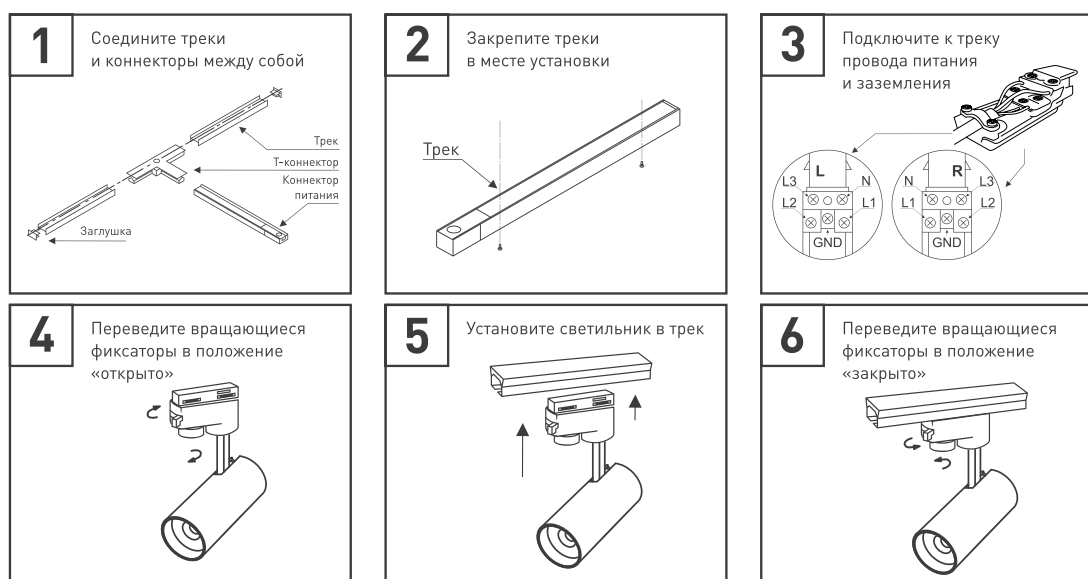

Рис. 2. Установка и подключение светильника
- На коннекторе питания открутите винт и снимите крышку. Подсоедините провода, подводящие питание, к винтовым клеммам согласно схеме на рис. 2. Используйте 5-жильный кабель. Обязательно подключите защитное заземление к клемме GND.